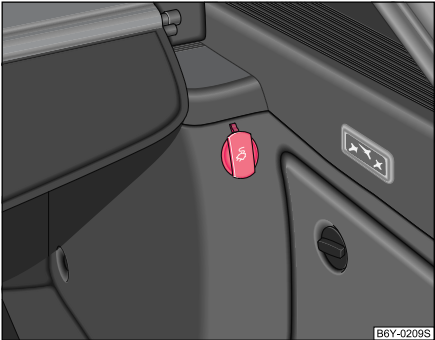

Fig. 68 Coffre à bagages: Prise de courant
- Ouvrez le cache de la prise de courant ⇒ fig. 68.